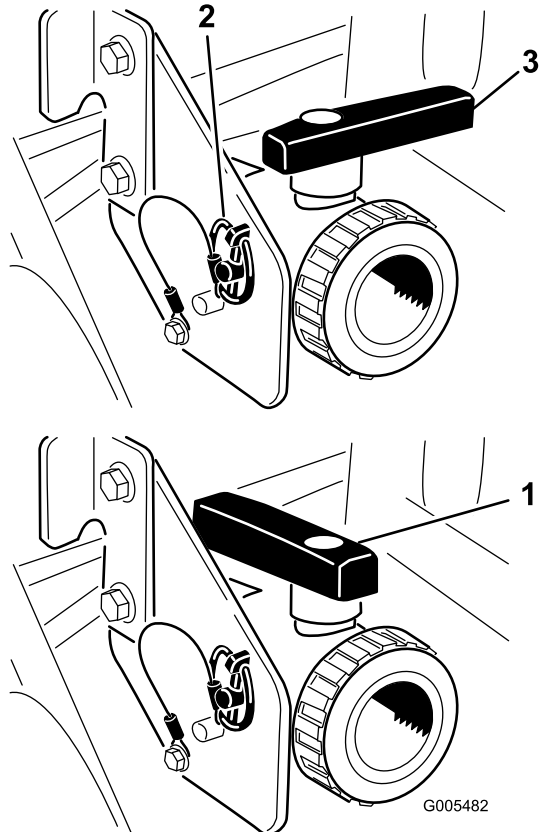

Bild 26
Öffnen Sie das Ventil, sodass nicht verwendete Materialien vom Behälter ablaufen können und entsorgen Sie diese gemäß der lokalen Vorschriften und der Vorschriften des Herstellers (Bild 26). Nehmen Sie nach dem Ablassen den Klappstecker
3. Wenn der Behälter ganz geleert ist, setzen Sie das Ventil mit dem vorher abgenommenen Klappstecker im Rahmen ein und schließen Sie das Ablassventil (Bild 26).